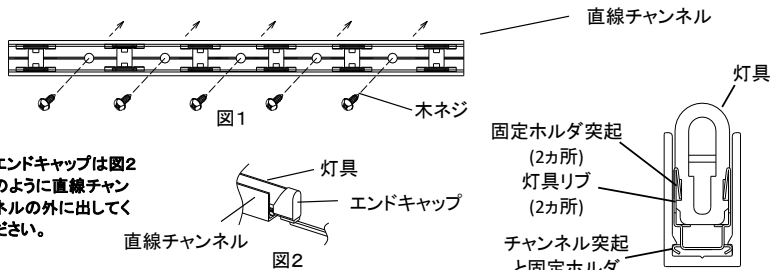
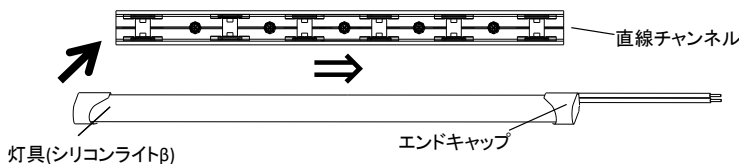

図4 断面図
図3
- (4) 図3のように灯具を端の方から、たるまないように矢印方向(⇒)へ軽く引っ張りながら直線チャンネルの奥の方へ順次差し込み固定します。このとき図4のように灯具リブを固定ホルダ突起の奥まで確実に差し込んでください。